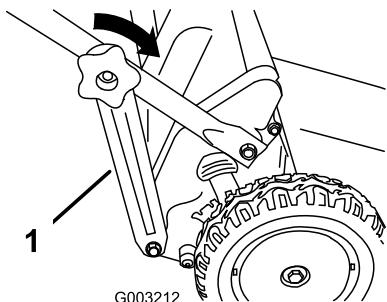

Figure 18
3. Montez les boutons de la partie inférieure du guidon et serrez-les au maximum à la main (Figure 18).